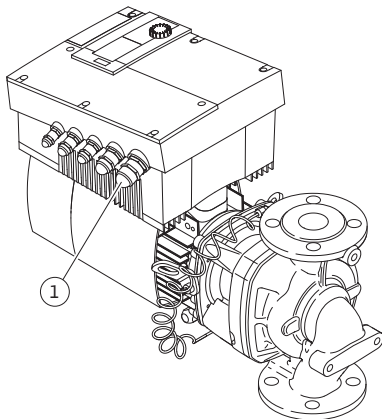

Fig. 25: Passe-câbles à vis NPT 3/4"
- Le raccordement électrique doit s'effectuer via un câble d'alimentation électrique fixe doté d'un connecteur ou d'un coupleur multipolaire avec au moins 1/8" (3 mm) d'ouverture du contact. Utilisez uniquement des conducteurs en cuivre 167°F (75°C). Le câble d'alimentation électrique doit être inséré dans le passe-câbles à vis NPT 3/4" (fig. 25, pos. 1). Il faut respecter les sections de câble d'alimentation suivants :